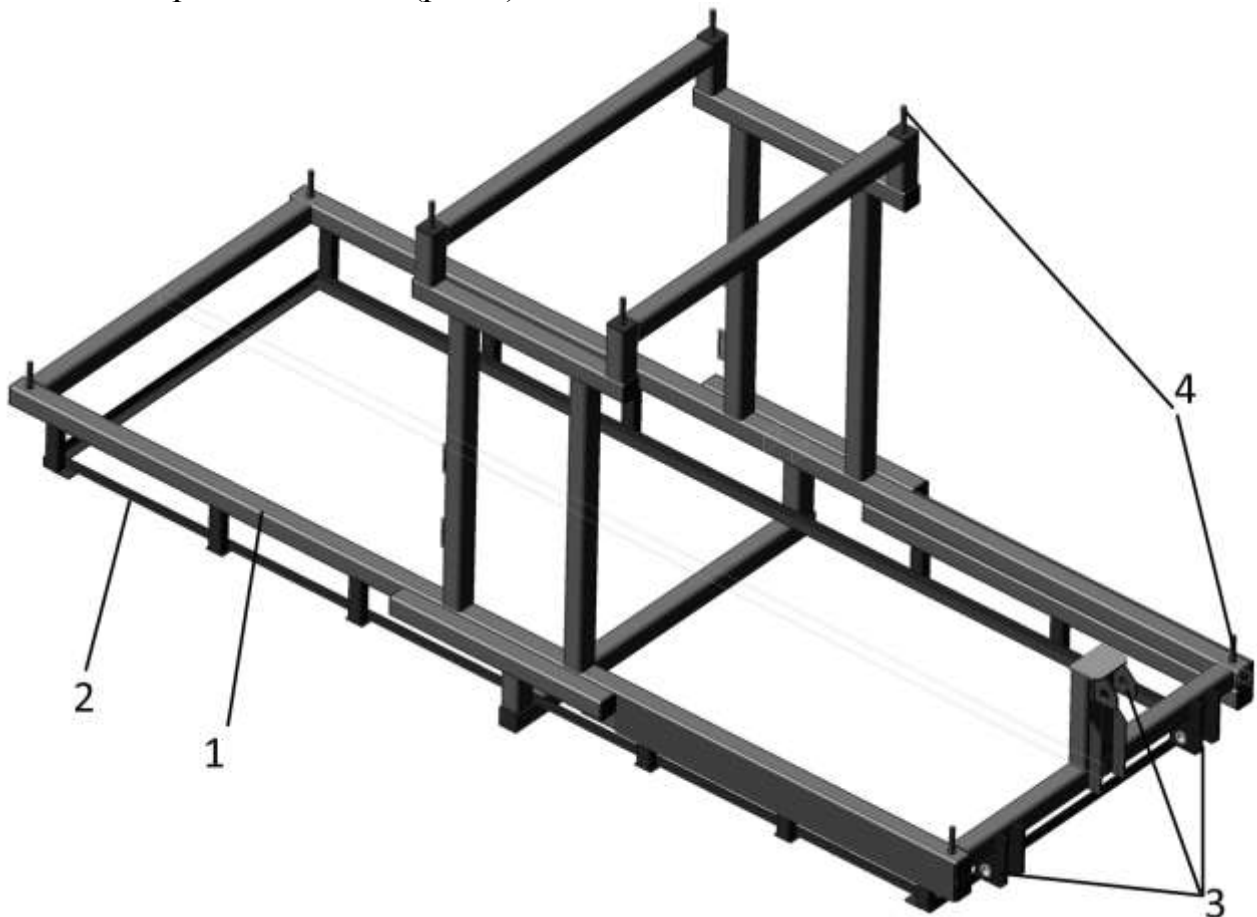
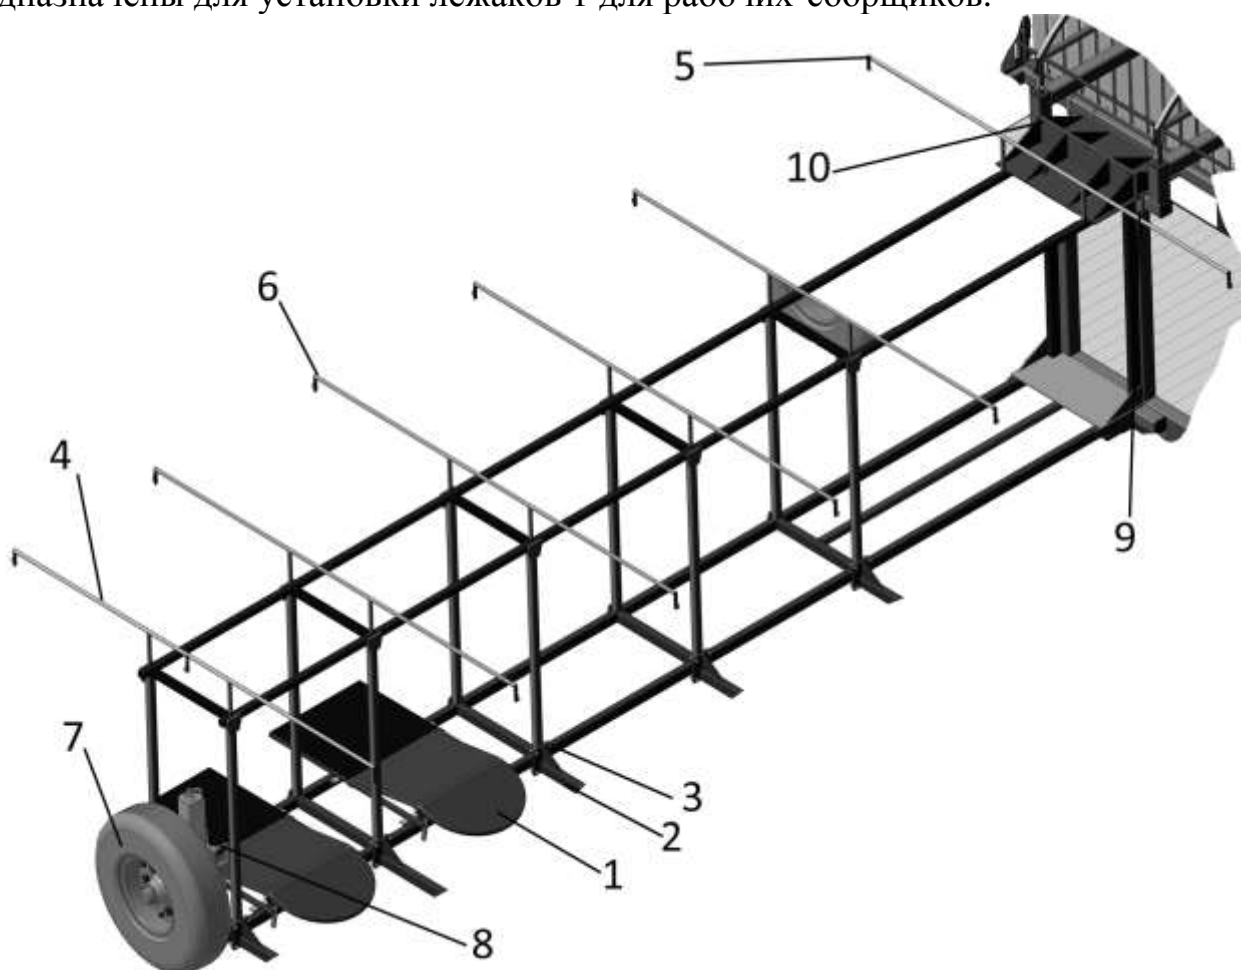
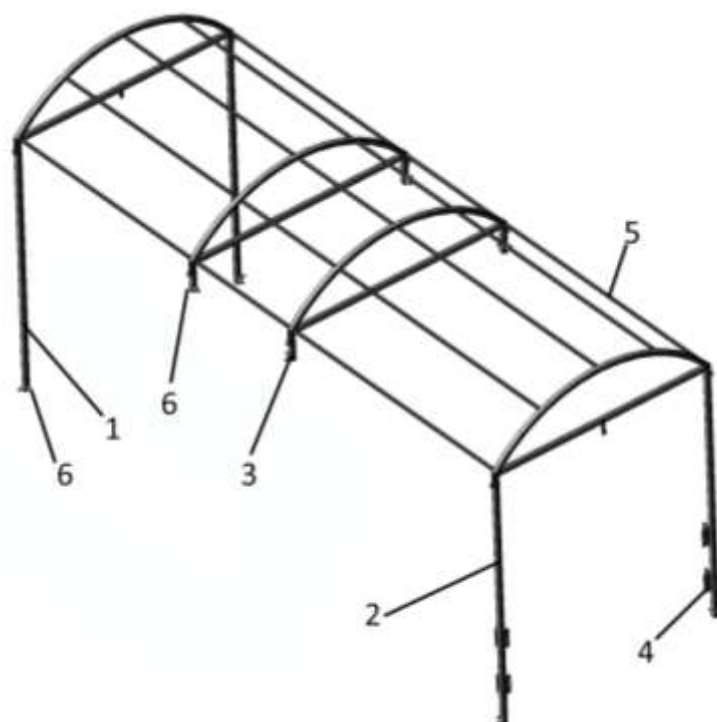

Рисунок 1 - Остов
Рисунок 4 – Рама боковая
Рисунок 7 – Каркас центрального тента
2.4 Боковые рамы (рис. 4), представляющие собой сварную конструкцию, предназначены для установки лежаков 1 для рабочих-сборщиков.
2.8 Каркас защитных тентов (рис.7) состоит из центральной и двух боковых частей. Каркас боковых тентов устанавливается на пальцах, приваренных к боковым рамам (см. рис. 4, п. 2.4). Центральная часть каркаса защитных тентов (рис. 7) состоит из трех рамок: передней 1, задней 2, и двух центральных 3. Рамки устанавливаются на пальцах 4 (см. рис. 1) остова и фиксируются с помощью винтов 6. Между рамами устанавливаются поддерживающие трубки 5. Для крепления боковых 13 и заднего 14 (см. рис.2) ограждений к задней рамке 2 приварены кронштейны 4.